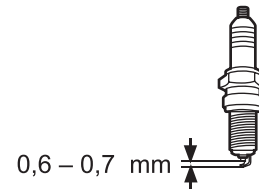

Fig. 58
7. Vérifiez l'écartement de la bougie. Il doit être de 0,6 à 0,7 mm (Fig. 58).